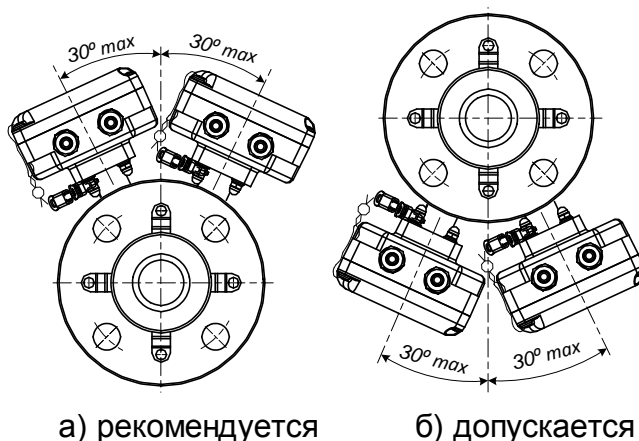

Рис.3. Расположение измерительного блока ЭМР при монтаже.
3.2.5. При монтаже в горизонтальный или наклонный трубопровод рекомендуется располагать ЭМР измерительным блоком (ИБ) кверху (рис.3а). Угол отклонения оси стойки ИБ от вертикальной плоскости, проходящий через ось трубопровода, не должен превышать 30° .
- 3.3.4.1. Установить расходомер таким образом, чтобы ось стойки блока измерения располагалась в вертикальной плоскости с отклонением не более 30° (см. рис.3), а стрелка на ППР совпадала с направлением потока жидкости.